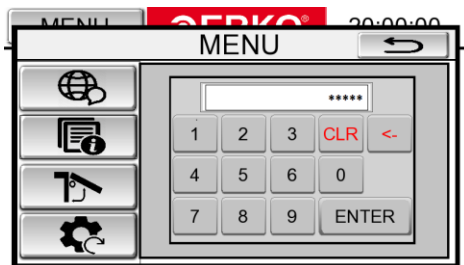

Abb. 43
- Es erscheint der Ziffernblock (Abb. 43), auf dem das Passwort für den Nullabgleich eingegeben und mit der Taste "ENTER" bestätigt werden muss.